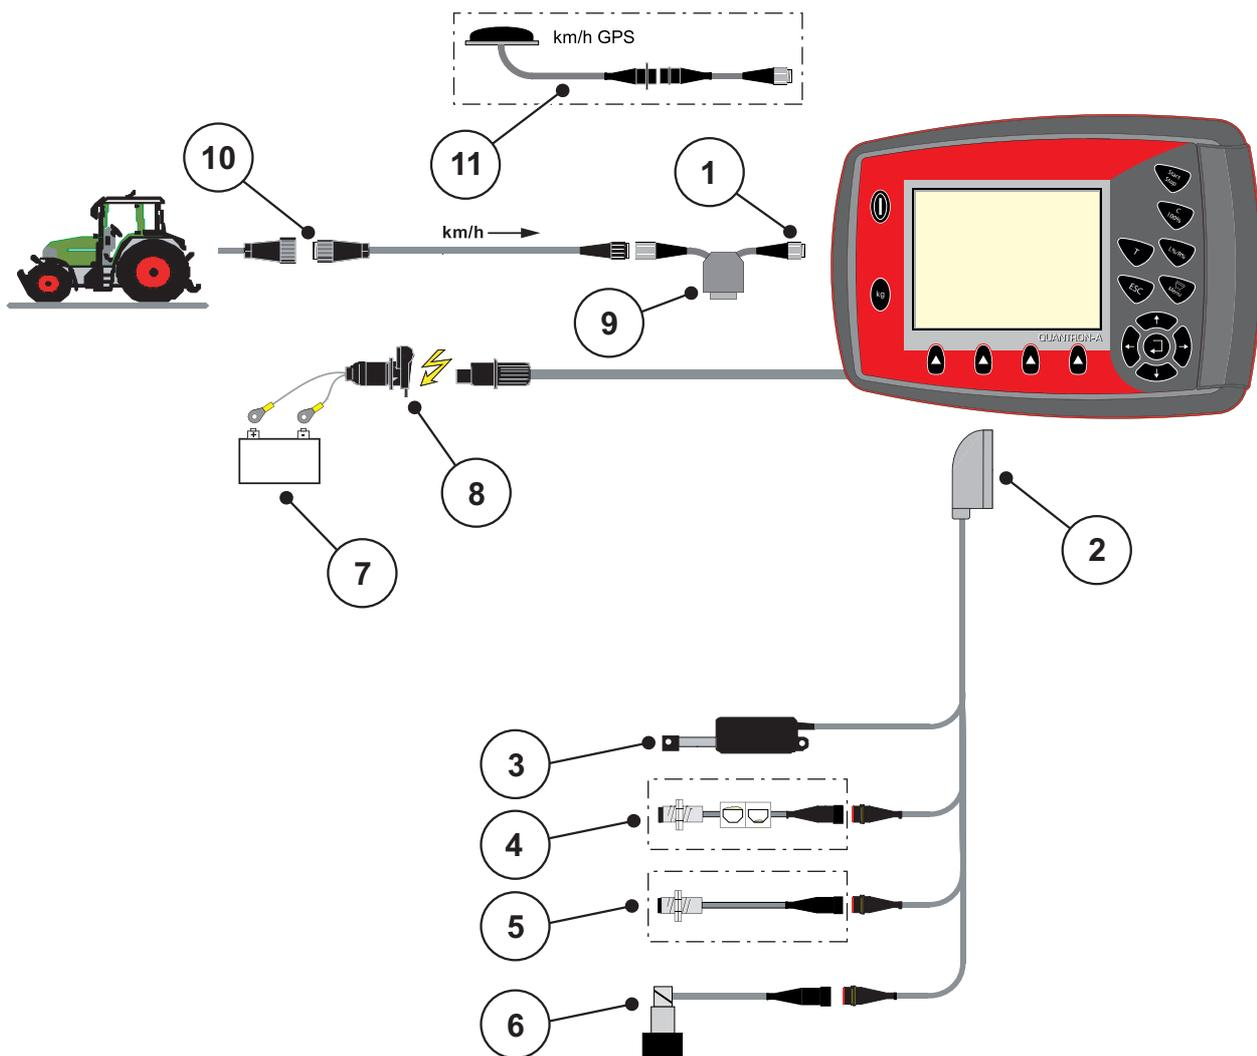

Figure 3.3 : Aperçu schématisé du branchement QUANTRON-A (standard)
- Brancher l'unité de commande à la prise à 7 pôles ou au capteur de vitesse (selon l'équipement, voir figure 3.3 à figure 3.5).